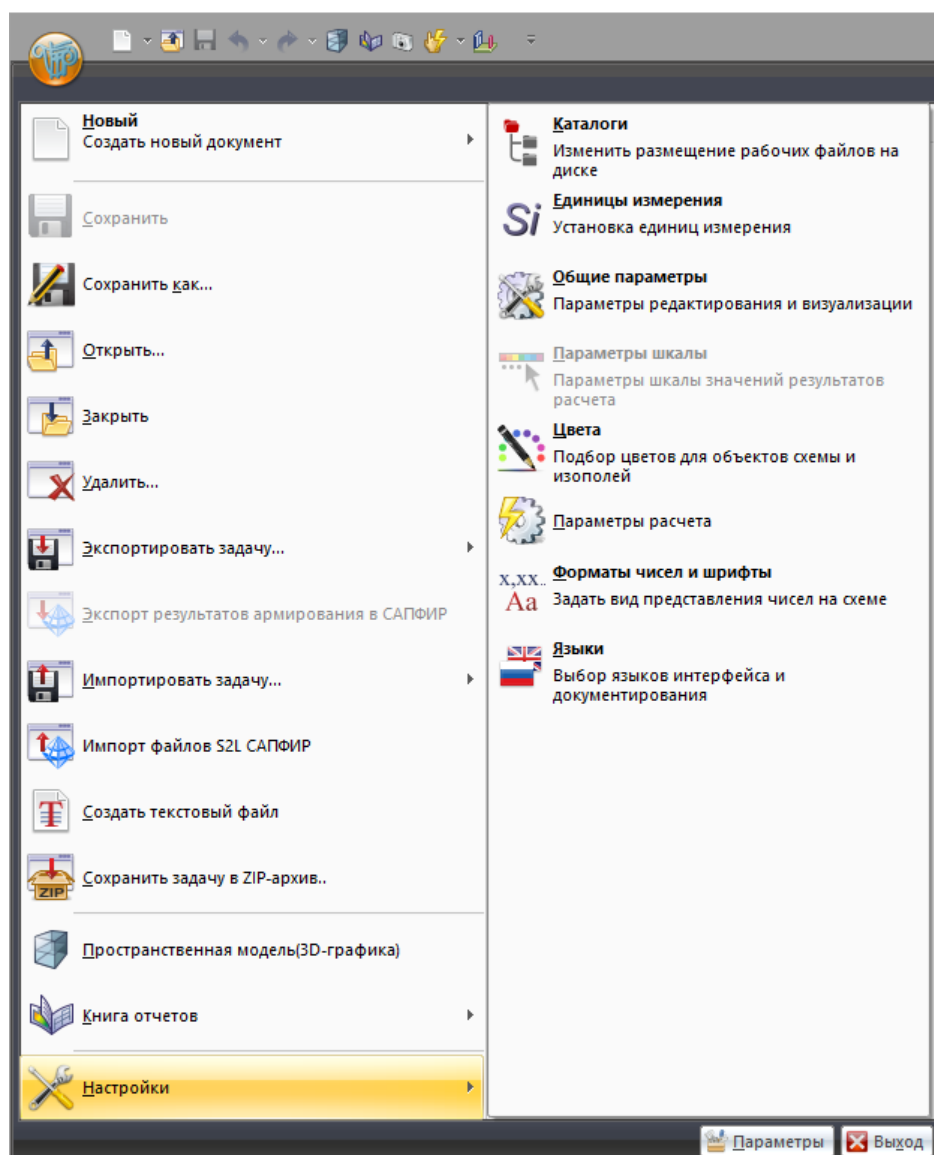

Рис. 11. Раскрывающееся меню **Настройки** ПК ЛИРА-САПР
**Настройки** (рис.11) – раскрывающееся меню. Команды настройки ПК ЛИРА-САПР: